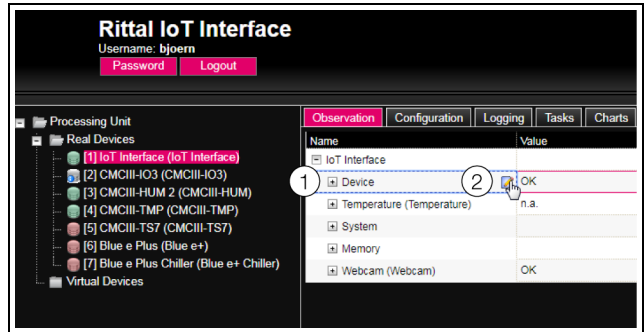

Fig. 25 : sélection de plusieurs paramètres
- Ouvrir uniquement l'élément « Interface IoT » en cliquant sur le signe « Plus » devant cet élément (fig. 25, pos. 1).
- Placer le curseur de la souris à la fin de la première colonne dans la ligne « Device » (fig. 25, pos. 2). Un symbole « Edit » est affiché et le curseur de la souris se transforme en symbole « Main ».